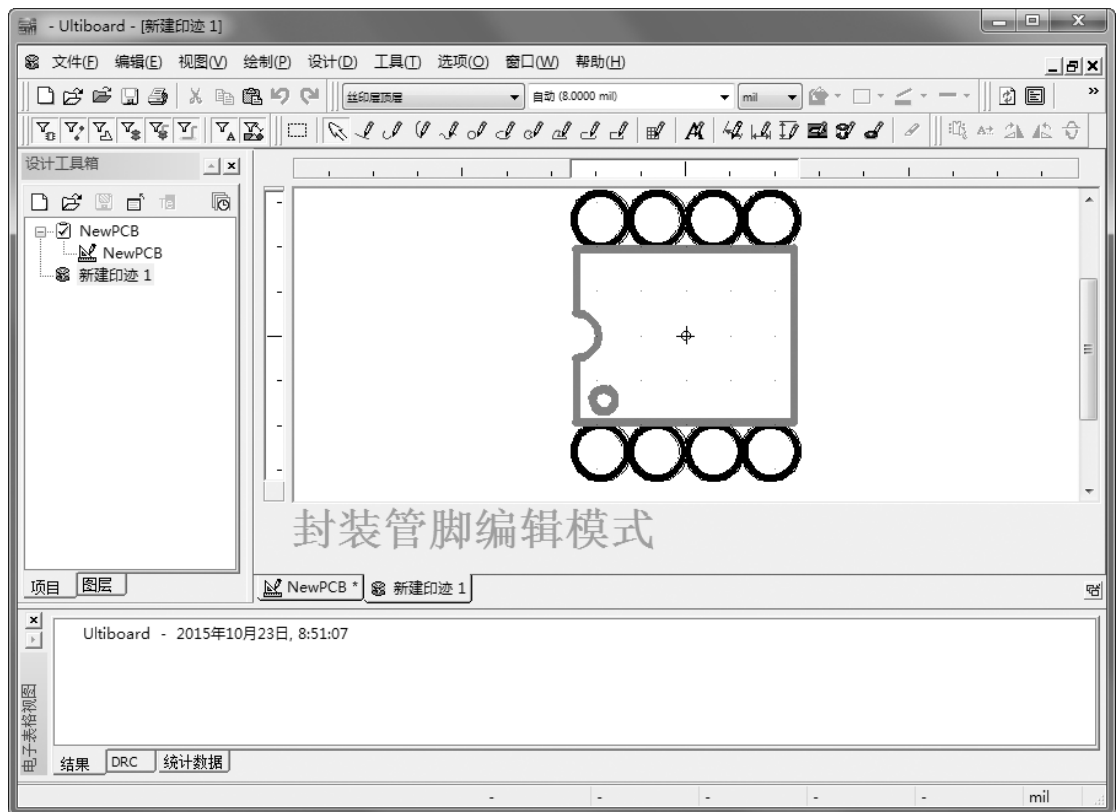

图 14-8 封装图形
8) 单击“完成”按钮，退出封装向导。至此，封装就制作完成了，工作区内显示的封装图形如图 14-8 所示。